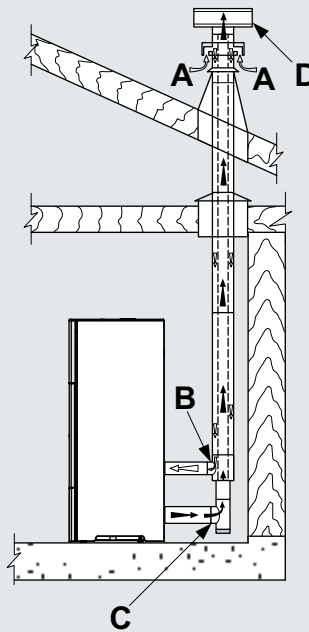

Fig. 5.5
- canaliser l'air comburant en exploitant un tuyau d'évacuation coaxial pour l'expulsion de la fumée et l'amenée de l'air. Il est donc inutile de percer une bouche d'air dans la pièce (Fig. 5.5 A,B = Entrée air C,D = Sortie fumée),
L'installation d'un poêle à pellets de la série "Ermetica" prévoit l'utilisation d'un tuyau coaxial spécial permettant aussi bien l'évacuation de la fumée, que l'acheminement de l'air comburant depuis l'extérieur (Fig. 5.5 A,B = Entrée air C,D = Sortie de la fumée).